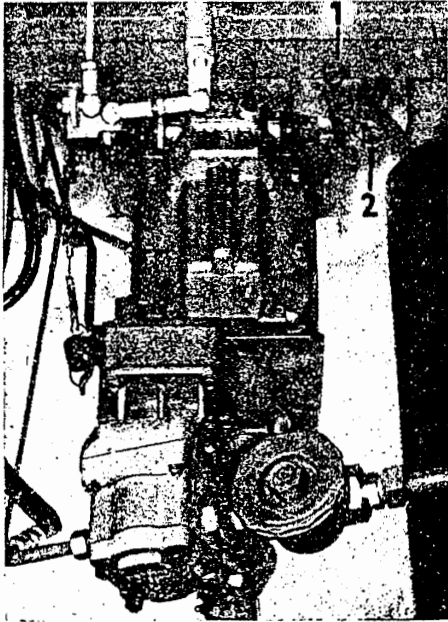

Bild W 38. Getriebebefestigung
1. Beim Anbau des Getriebes sind die zwei Sechskantschrauben (Bild W 38/1) M 12 × 75 TGL 0-931-10.9 der hinteren Motorbefestigung mit einem Anzugsmoment von 80^{+20} Nm (8^{+2} kpm) und die vier Sechskantschrauben M 12 × 55 TGL 0-931-10.9 (Bild